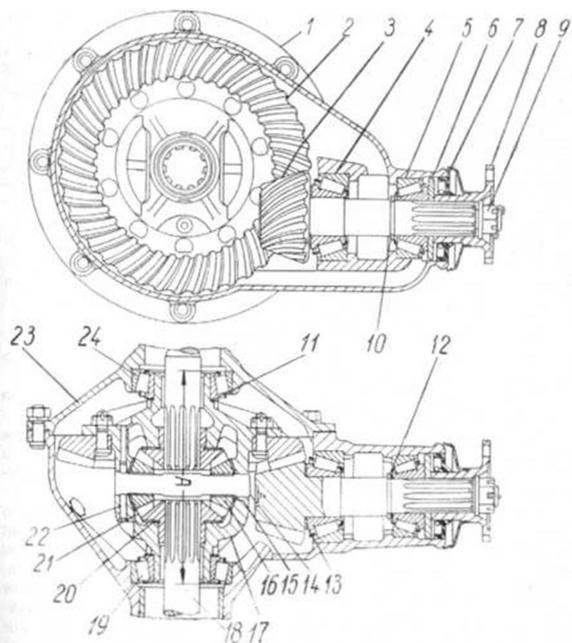

Рис. 26. Задний мост (средняя часть):
Задний мост автомобиля «Волга» имеет главную передачу гипонидного типа (рис. 26). В гипонидных конических передачах ось ведущей шестерни не лежит в одной плоскости с осью ведомой шестерни, а смещена. В мосте автомобиля «Волга» смещение направлено вниз и равно 42 мм.
Подшипники ведущей шестерни должны быть собраны с преднатягом, который регулируется подбором толщины прокладок 12 (см. рис. 26) и затяжкой до отказа гайки 9. Правильность этого преднатяга имеет очень большое значение. Преднатяг должен быть таким, чтобы осевое перемещение ведущей шестерни совершенно отсутствовало и при этом шестерня проворачивалась за фланец небольшим усилием руки.
5. Для разборки дифференциала необходимо выколотить стопор 22 оси сателлитов (рис. 26), вынуть ось и вынуть все детали дифференциала. Подшипники дифференциала снимают специальным съемником.
1. Поставить на место ведущую шестерню, предварительно отрегулировав преднатяг. Гайку 9 (рис. 26) затянуть до отказа.